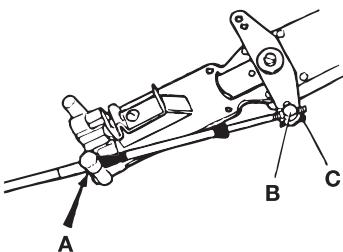

Fig. 9
- Tryck kabeln genom hållaren så att kabelhöljet hakar fast ordentligt i hållaren. (A fig. 9).
- Anslut nippeln till växelarmen (B fig. 9) och säkra med saspinnen. (C fig. 9)